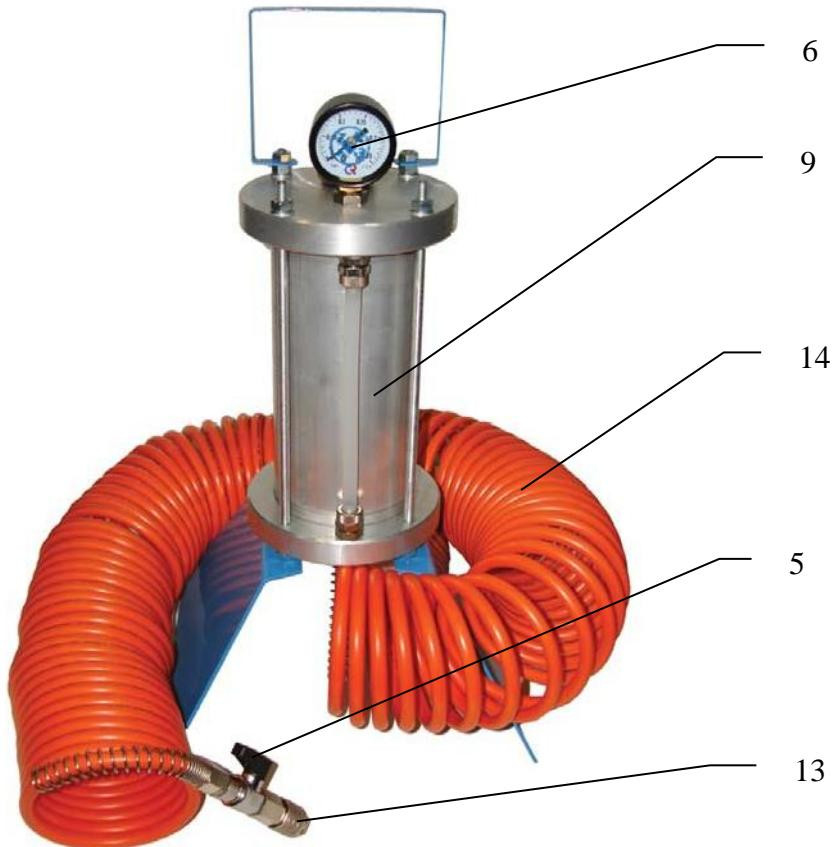

Рис.1 (вид спереди)
- убедитесь в том, что Кран ПОДАЧА (рис.1, поз.5) на Приспособлении находится в положении «Закрыто»
- открутите Пробку (рис.3, поз.8) заливного отверстия Резервуара (рис.1, поз.9) Приспособления
- закрутите обратно Пробку (рис.3, поз.8) заливного отверстия Резервуара (рис.1, поз.9) Приспособления. Усилие затяжки от руки должно быть достаточным для гарантированной деформации резинового уплотнения Пробки
(рис.3, поз.8) создайте в верхней «воздушной» части Резервуара (рис.1, поз.9) избыточное давление воздуха в номинальном диапазоне 0,5-1,0 кгс/кв.см, но не более 2 кгс/кв.см, контролируя его с помощью Манометра (рис.1, поз.6)
- разместите Приспособление на горизонтальной поверхности рядом с автомобилем таким образом, чтобы длины Шланга спирального (рис.1, поз.14) было достаточно для удобства работы. В целях экономии новой тормозной жидкости при замене, длину Шланга спирального можно укоротить. Для этого открутите гайку пружинного фитинга на Шланге со стороны Цанги (рис.1, поз.13) либо со стороны Резервуара (рис.1, поз.9), снимите Шланг с фитинга и обрежьте его до нужной длины, затем восстановите соединение в обратном порядке. Однако при выборе окончательной длины Шланга спирального необходимо учитывать влияние фактора взаимозависимости упругости Шланга и веса Приспособления на устойчивость Приспособления. При чрезмерном укорачивании длины Шланга возможно неконтролируемое перемещение Приспособления, что может привести к повреждениям кузова автомобиля или травмам персонала
- подключите Приспособление Цангой (рис.1, поз.13) на конце Шланга спирального (рис.1, поз.14) к присоединительному адаптеру (рис.4, поз.1) на бачке тормозной жидкости автомобиля. При необходимости используйте Адаптер угловой (рис.6, поз.2) из набора
- переключите Кран ПОДАЧА (рис.1, поз.5) в положение «Открыто», тем самым удаляя воздух, находящийся в верхней части бачка тормозной жидкости автомобиля. Переключение осуществляйте медленно, во избежании риска повреждения бачка тормозной жидкости автомобиля
- убедитесь в герметичности соединения между Адаптером (рис.4, поз.1) и Цангой (рис.1, поз.13), обращая внимание на отсутствие утечек тормозной жидкости
- при снижении избыточного давления в верхней «воздушной» части Резервуара (рис.1, поз.9) Приспособления и прекращения поступления новой жидкости в тормозной бачок автомобиля, восстановите с помощью подкачки насосом или внешним компрессором его значение до номинала 0,5-1,0 кгс/кв.см, но не более 2 кгс/кв.см, осуществляя контроль с помощью Манометра (рис.1, поз.6)
- при снижении уровня новой тормозной жидкости в Приспособлении до условного остатка в 10-20% от ёмкости Резервуара (рис.1, поз.9), остановите процесс замены, закрыв прокачные штуцеры
- снимите избыточное давление воздуха в верхней «воздушной» части Резервуара (рис.1, поз.9) с помощью золотника вентиля Шредера в Пробке (рис.3, поз.8)
- переключите Кран ПОДАЧА (рис.1, поз.5) в положение «Закрыто»
- **соблюдая меры предосторожности при работе с вредными жидкостями, а также используя текстильную ветошь и средства защиты лица и рук,** отсоедините ЦангУ (рис.1, поз.13) от Адаптера (рис.4, поз.1), а затем снимите присоединительный Адаптер (рис.4, поз.1) с бачка тормозной жидкости в автомобиле. Всвязи с тем, что тормозная жидкость может повредить ЛКП автомобиля, старайтесь избегать её чрезмерного разлива при этом. В случае необходимости нейтрализуйте вредное воздействие от разлива тормозной жидкости на ЛКП, сразу удалив текстильной ветошью её потёки и промыв места попадания, используя в т.ч. средства для мытья и/или очистки ЛКП автомобиля